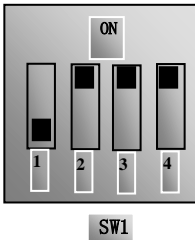
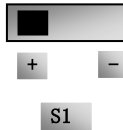

图 5-4
图 5-5
- (5) 对于 E2000 660\1140 中压系列变频器控制端子排附近有一个四位红色拨码开关 SW1, 如图 5-4 所示。拨码开关选择模拟量输入端子 AI1、AI2 输入范围 (0~5V/0~10V/0~20mA)；通过 F203 选择输入通道。出厂时拨码开关的位置如图 5-5, 即 AI1 为 0~10V 输入, AI2 为 0~20mA 输入；其它拨码开关的位置与调速方式详见下表 5-2。
- (6) E2000 660/1140 中压变频器控制板端子附近有一拨动开关 S1, 如图 5-5, S1 选择 AI1 通道的电压输入范围, 拨到“+”端, AI1 的输入范围是 0~10V, 拨到“-”端, AI1 的输入范围是-10~10V, 具体拨码开关 的对应位置, 其他拨码开关的位置方式详见下表 5-2。.
- (7) 闭合 D13 开关, 电机开始正向运转；
- (8) 在运行中, 可修改 F113, 修改变频器当前设定频率；
- (9) 在运行中, 断开 D13 开关, 再闭合 D14 开关, 电机运行方向改变；
- (10) 断开 D13 开关和 D14 开关, 电机减速, 直到停止运行；
- (11) 断开空气开关, 变频器断电。
- (12) E2000 660/1140 中压系列变频器有两路模拟量输出端子 A01、A02, A02 端子只可以输出电流信号；A01 端子既可以输出